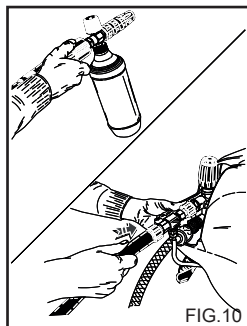

FIG.10
## BRUK AV SETT FOR VASKEMIDDELOPPSUGING (fig. 10). (Ekstraustyr)
- 2) Fjern forlengelsen fra håndtaket og sett inn dobbeltlansen eller lansen med regulerbart hode, start høytrykksvaskeren og kommandoen for oppsuging av vaskemiddelet på lansen (fig. 10 - 12) og sprut på overflaten som skal vaskes nedfra og opp. La virke i noen minutter.